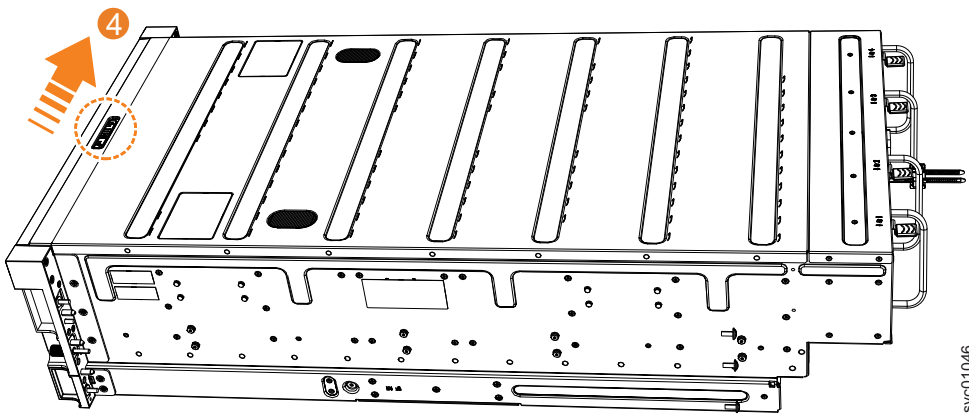

图 58. 锁定顶盖
5. 通过滑动释放杆 **4** 将外盖锁定到位，如图 58 中所示